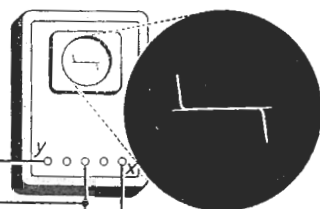

Fig. 28b
- Zet het X -kanaal van de oscilloscoop op „extern” en het X - en Y -kanaal op „D.C.”. Plaats de lichtstip in het midden op de beeldbuis met behulp van de X - en Y -verschuiving. Regel daarna de spanning van de bron en de X - en Y -versterking tot een afbeelding volgens fig. 28b zichtbaar wordt.